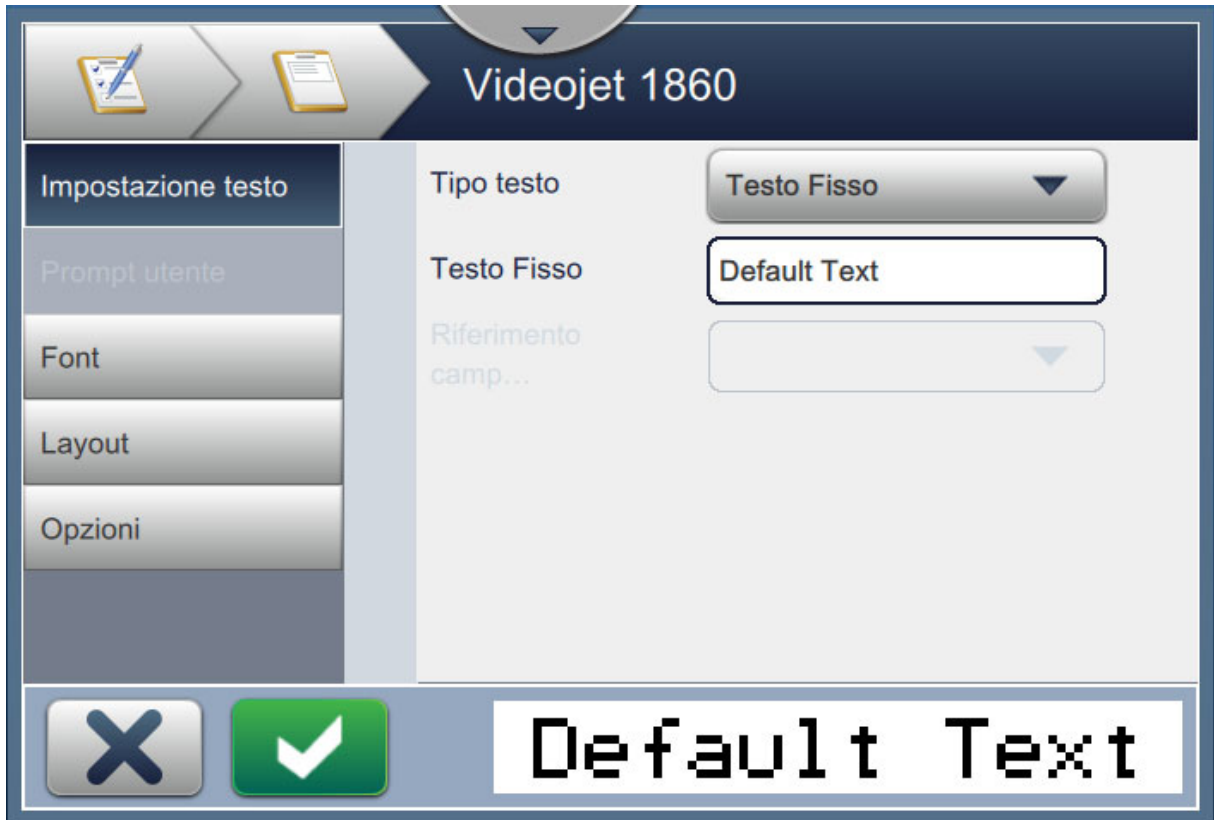

Figura 5-5: Schermata Impostazioni campo
8. Modificare i parametri in base alle esigenze nella schermata impostazioni per il campo selezionato, come illustrato nella Figura 5-5. Toccare il pulsante  per salvare il formato desiderato del campo.